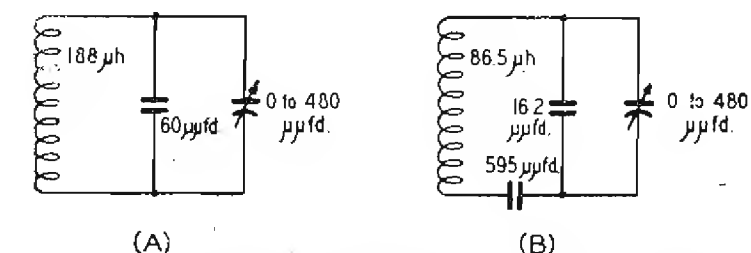

Fig. 1 A) Circuito oscillante di uno stadio di AF o mescolatore. B) Circuito oscillante dell'oscillatore locale.
A 60 pF di capacità corrisponde una frequenza di 1500 KHz e l'induttanza occorrente, determinata con la formula (1), è di 188 µH (v. fig. 1 A). Nei 60 pF sono comprese tutte le capacità parassite e la residua del condensatore di sintonia.